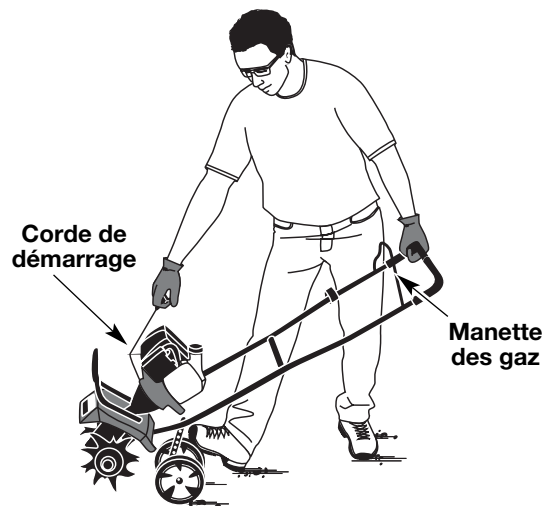

Fig. 12
**AVERTISSEMENT:** éviter le démarrage accidentel. Se tenir en position de démarrage pour lancer le moteur (Fig. 12). Lors du démarrage, l'opérateur et l'outil doivent être en position d'équilibre afin d'éviter le risque de blessures graves.
6. Tenez-vous entre les poignées et soutenez l'appareil en plaçant le pied gauche sur le support de roue et en tenant le guidon de la main droite (Fig. 12).